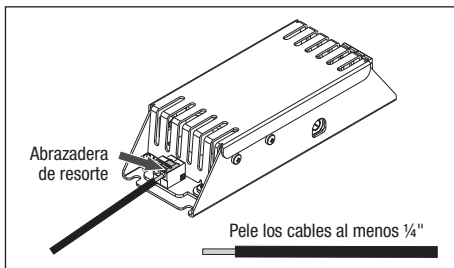
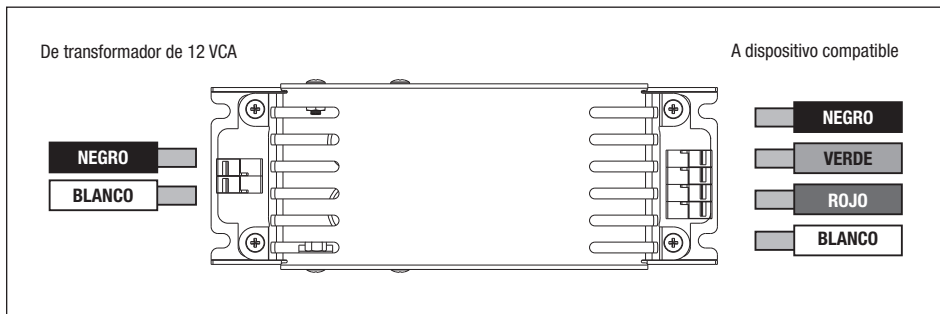

Figura 4. Pelar e insertar los cables
Figura 5. Cableado RGB
2. Conecte cada uno de los cuatro o cinco cables al adaptador LED Smart Sync. Para ello, haga retroceder una abrazadera de resorte anaranjada e inserte el cable correcto debajo. De ser necesario, haga retroceder las abrazaderas de resorte anaranjadas para liberar los cables. Consulte la *Figura 4* para pelar e insertar los cables, la *Figura 5* para el cableado RGB y la *Figura 6* para el cableado RGBW.